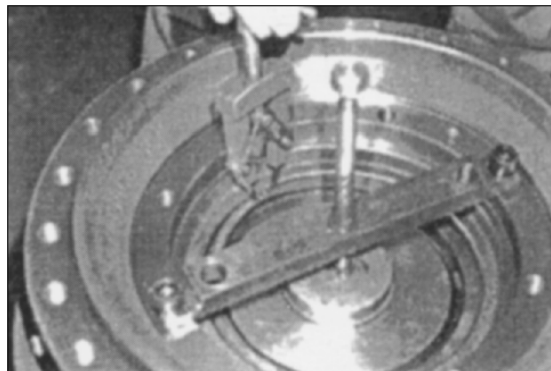

Рис. 121
30. Установите стопорное кольцо, используя плоскогубцы для монтажа стопорных колец. Рис. 121.